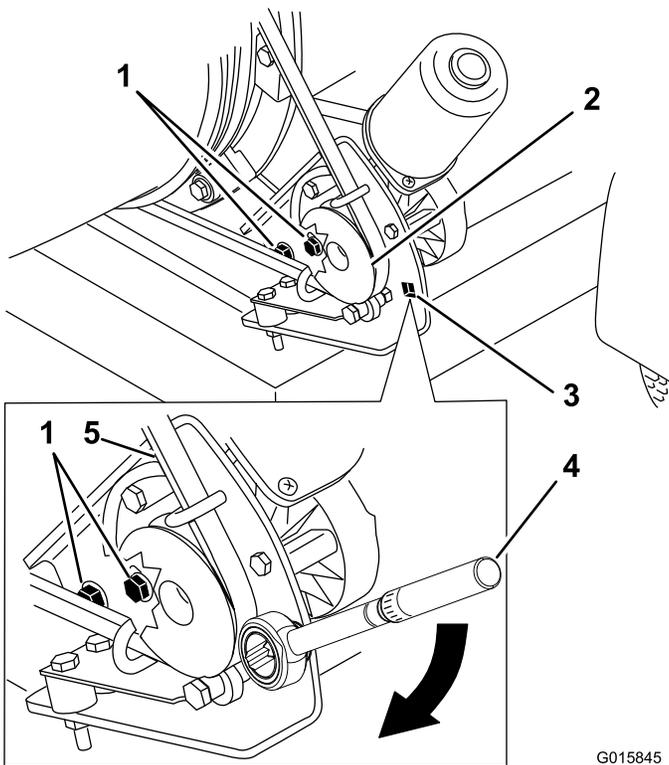

Bild 27
1. Lockern Sie die Schrauben, mit denen die Befestigungshalterung der Riemenscheibe am Bläserrahmen befestigt ist (Bild 27).
2. Platzieren Sie einen Drehmomentschlüssel in der Riemenscheibenbefestigungshalterung (Bild 27).
3. Drehen Sie die Riemenscheibenbefestigungshalterung vom Blasrohr weg, bis der Drehmomentschlüssel 22,6-26,0 N·m anzeigt (Bild 27).